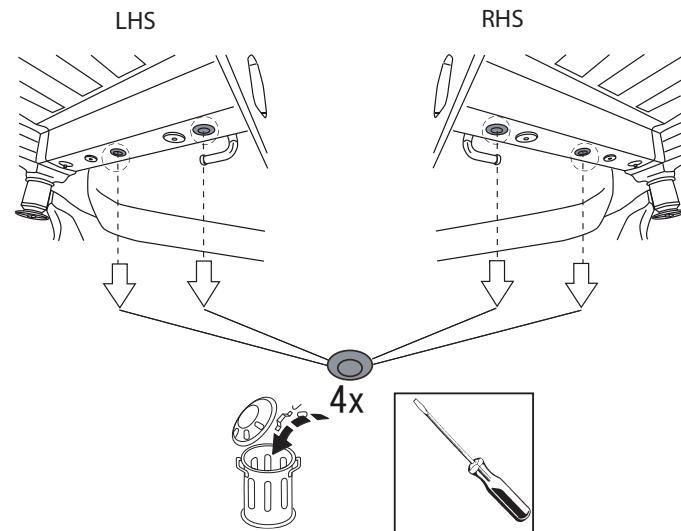

Fig.3
4. удалить резиновые пробки на местах крепления. См. рисунок3